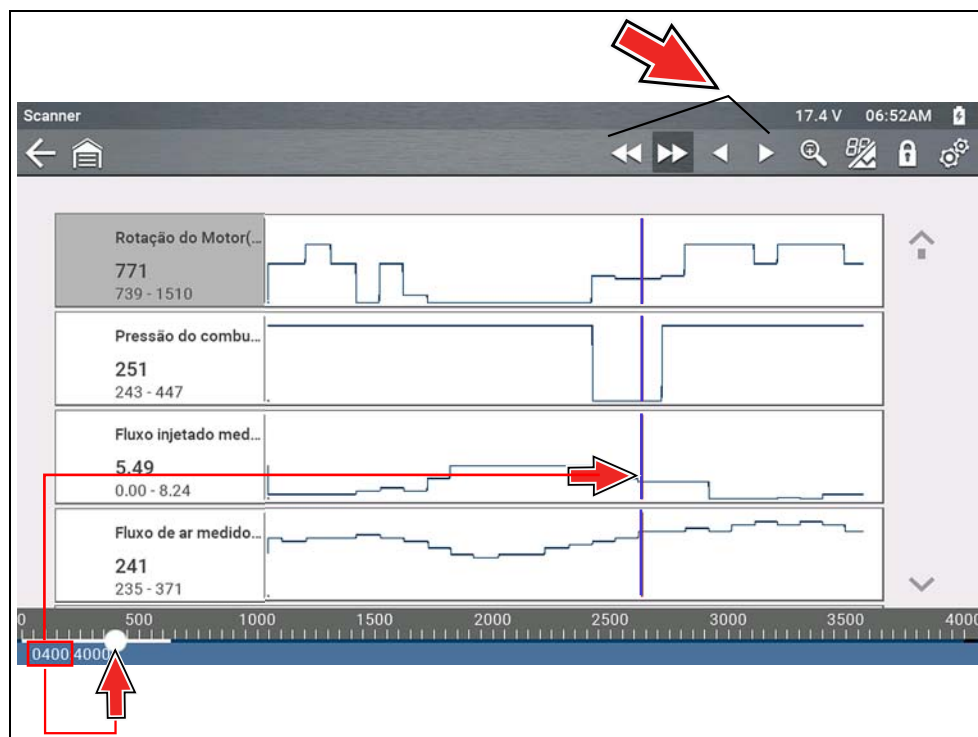

Figura 4-21
3. Na visualização de gráfico, use os ícones de controle para se mover pelos dados (Figura 4-21).
O azul (cursor vertical) (Figura 4-21) indica sua posição nos dados e é indicado pelo valor da posição atual (Figura 4-21) no mostrador do contador. O cursor é exibido em todos os PIDs.